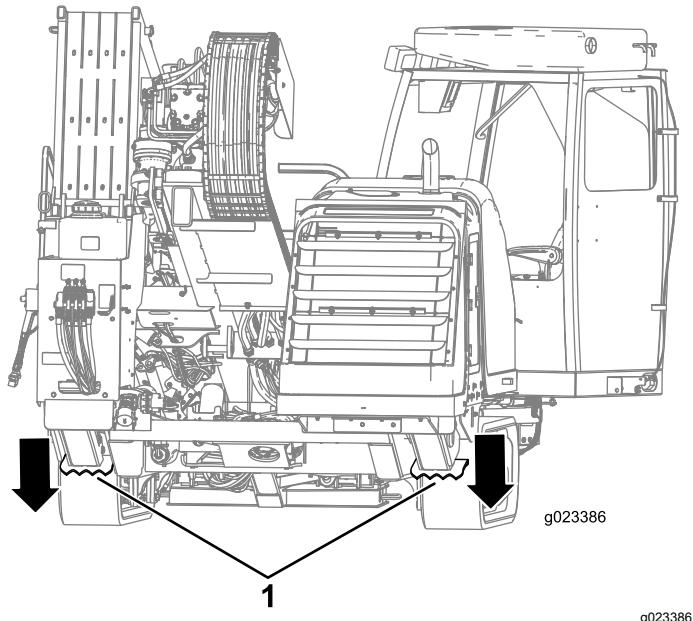

Figura 46
5. Desça os estabilizadores traseiros até se assentarem no solo, ou até obter o ângulo de entrada desejado (Figura 46).